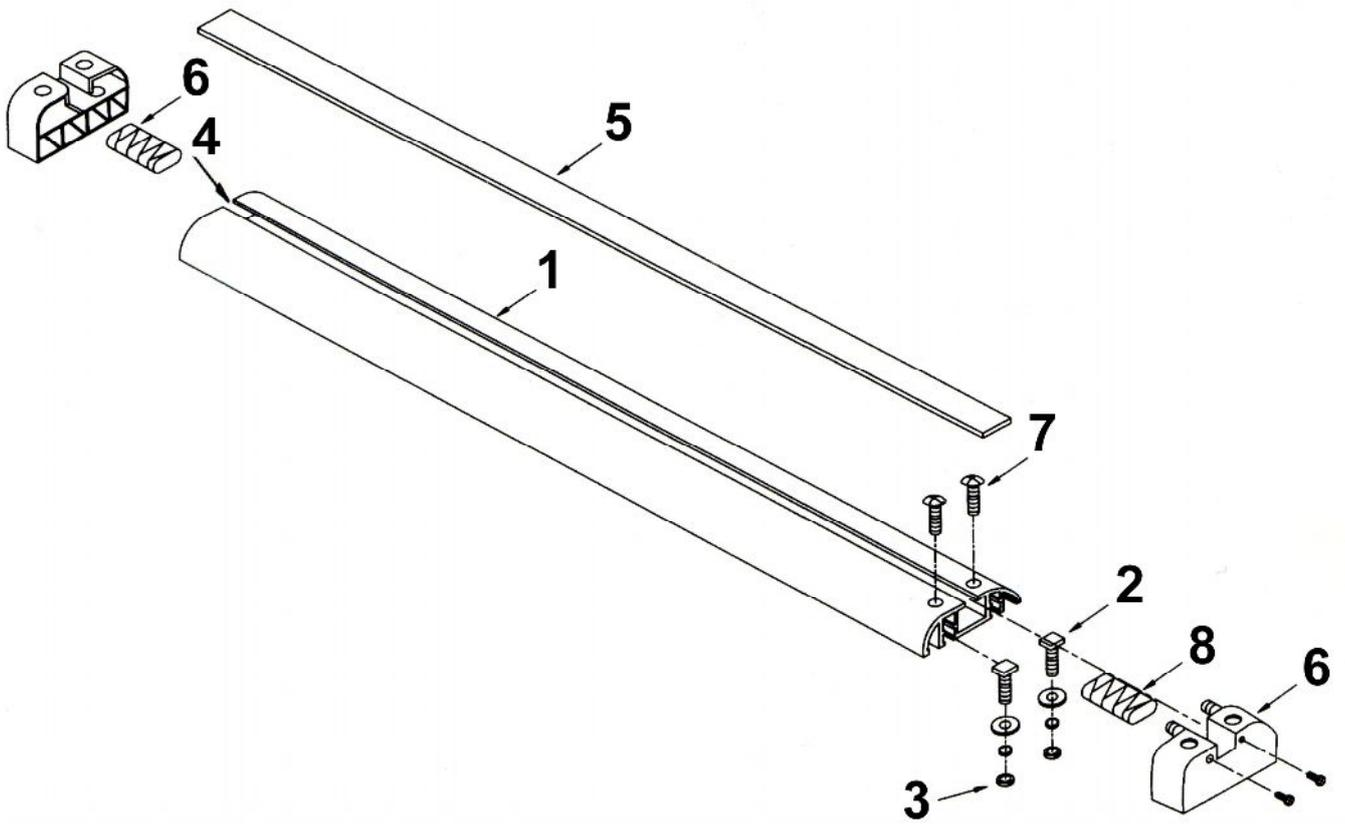

Рисунок 5
Направляющая линейка раскройной машины (рис. 5) (1) крепится к подъемному механизму направляющей линейки с помощью четырех болтов (2) с квадратными гайками (3). На лицевой стороне направляющей линейки имеется паз (4) в который устанавливается раскройный нож. На тыльной стороне направляющей линейки наклеена лента (5). Торцы направляющей линейки закрывают пластмассовые заглушки (6) фиксируемые двумя винтами (7), к которым прикручиваются демпферные пружины (8) и (9). В случае если ручная концевая раскройная линейка имеет модификацию раскройного ножа с длинной ручкой, то такая модификация комплектуется пружинами одинаковой длины. Если модификация раскройного ножа имеет короткую ручку то пружины имеют разную длину и короткая пружина (8) прикручивается винтами к заглушке, устанавливаемой над передним подъёмником, а длинная (9) пружина прикручивается к оставшейся заглушке, устанавливаемой над задним подъёмником.